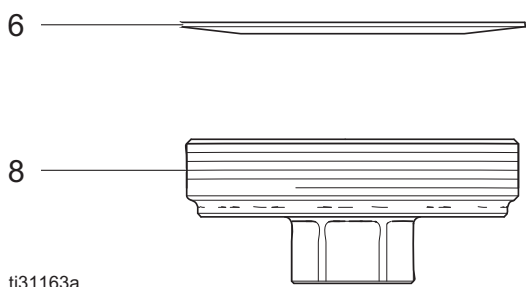

图 32: 将弹簧盘放置在转子轴上
3. 拆下将转子调节器 (8) 固定到转子支架 (5) 上的两个 4 毫米锁紧螺钉 (16)。将转子调节器保持在转子支架上的正确位置。
5. 将弹簧盘 (6) 放置在转子轴上。参见图 32。